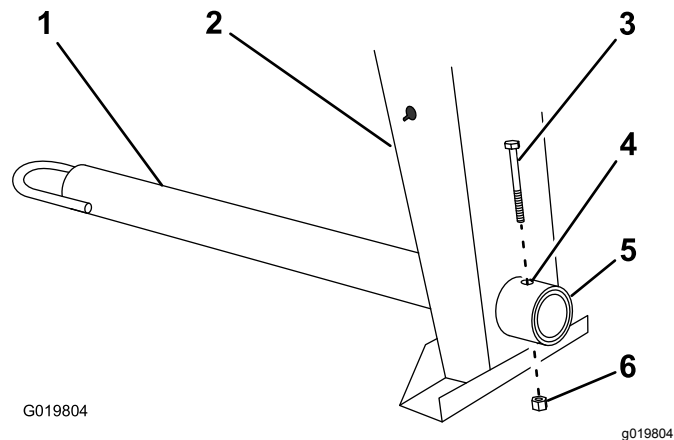

Figura 6
1. Retire el perno y la tuerca de la barra de tracción (Figura 6).
2. Deslice la barra de tracción hacia adelante y alinee el taladro de la barra con el taladro del acoplamiento del bastidor (Figura 6).
3. Introduzca el perno a través de los taladros del acoplamiento y de la barra (Figura 6).
4. Enrosque la tuerca en el perno y apriételos hasta que queden apretados contra el acoplamiento del bastidor (Figura 6).